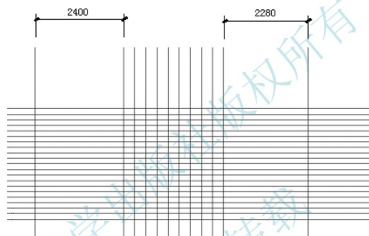

图 4.103 偏移构造线
(5) 将第一条垂直构造线向左偏移 2400mm，将最后一条垂直构造线向右偏移 2280mm，结果如图 4.103 所示。2400mm 为走道的宽度 2100mm 和缓冲平台的宽度 300mm 之和，2280mm 为楼梯休息平台的宽度。